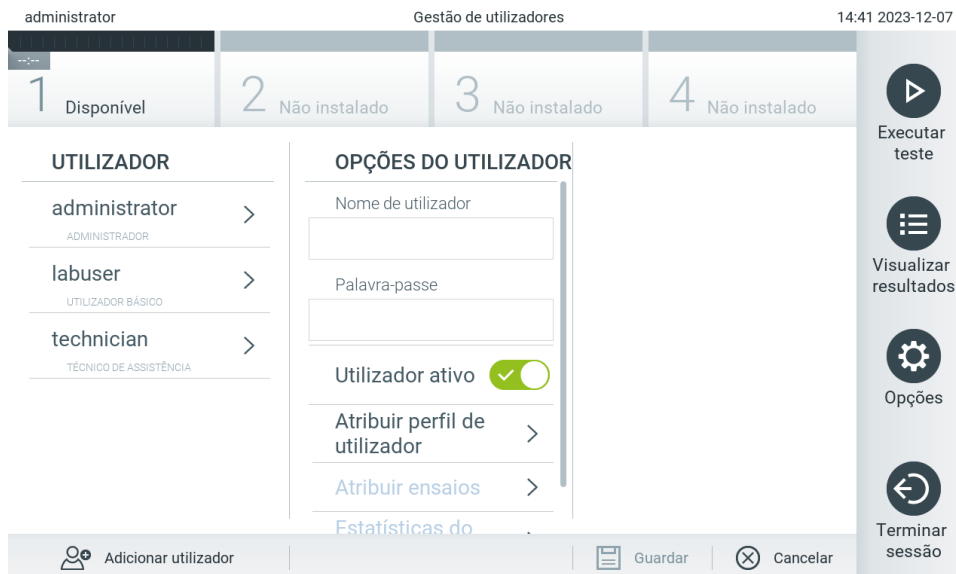

Figura 55. Adição de um novo utilizador.
1. Prima o botão Options (Opções) e, em seguida, o botão User Management (Gestão de utilizadores) para configurar utilizadores. O ecrã User Management (Gestão de utilizadores) é apresentado na área de conteúdo do visor (Figura 55).